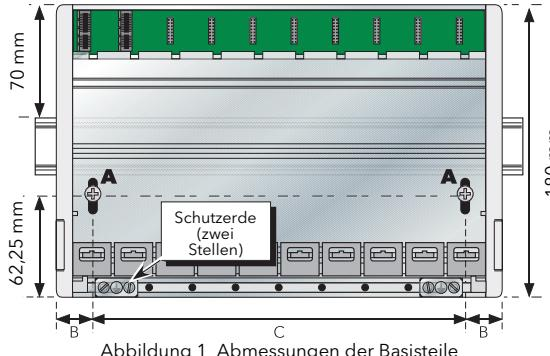

Abbildung 1 Abmessungen der Basisteile
- Lösen Sie mithilfe eines geeigneten Pozidriv-Schraubendrehers die Schrauben ('A' in Abbildung 1) in der Basiseinheit und lassen Sie sie mit den zugehörigen Halteklammern auf den Boden des Schraubenschlitzes fallen.
- Halten Sie die Basiseinheit waagerecht an die Schalttafel und markieren Sie die Position der beiden Öffnungen an der Schalttafel (Mitten siehe Abbildung 1 oben).